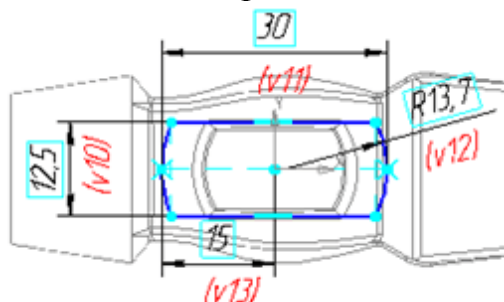

Рис. 11.24. Построение эскиза
22. Постройте в ней эскиз согласно рис. 11.24.